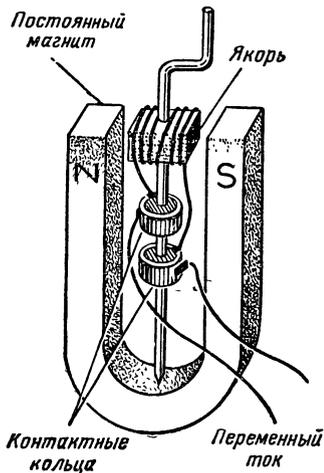
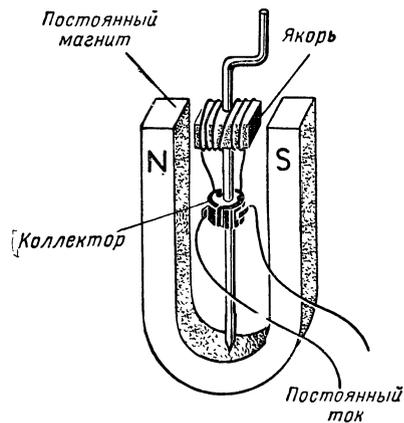

Рис. V.1. Устройство простейшего генератора переменного тока.
Рис. V.2. Генератор постоянного тока имеет те же основные части, что и генератор переменного тока.
**Производство электрической энергии.** В § 8 указывалось, что генераторы могут создавать как переменный, так и постоянный ток. В генераторах переменного тока электрический ток от якоря в цепь нагрузки поступает через контактные кольца и щетки (рис. V.1), а в генераторе постоянного тока — через коллектор (рис. V.2).